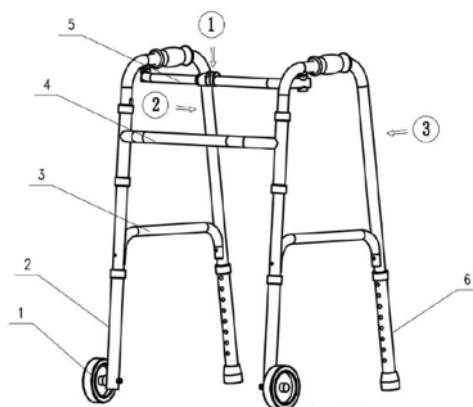

fig. 2
Passaggio 2: per chiudere il telaio, premere il pulsante ① come mostrato nella fig. 2, quindi piegare la parte sinistra e destra del telaio (vedi ② e ③).